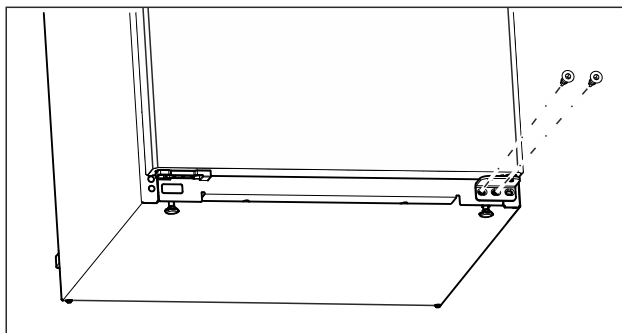

Fig. 10
- Na donjem ležajnom postolju odvrnite srednji vijak odvijačem Torx 20. (pogledajte Fig. 10)
- Na donjem ležajnom postolju odvrnite unutarnji vijak odvijačem Torx 20. (pogledajte Fig. 10)